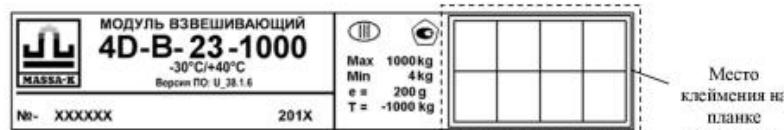
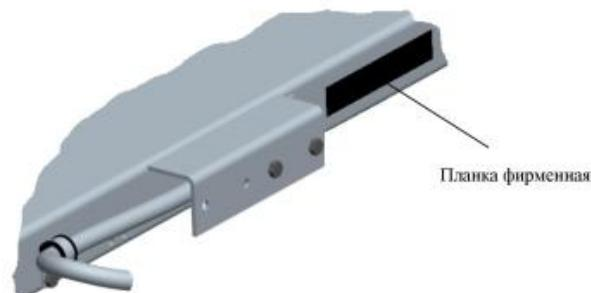

Рис. 15.1 - Планка фирменная
Рис. 15.2 - Местоположение планки
15.5 После поверки нанести на планку фирменную модуля (Рис. 15.1, Рис. 15.2) отиск поверительного клейма.